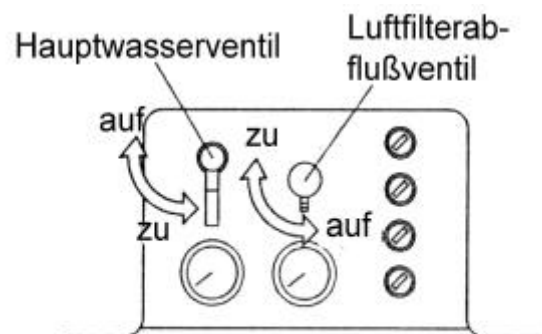

Abb. 4-3 Luftfilterabflußventil
(4) Desinfektion Speichelsauger
(5) Luftfilterabflußventil (Abb. 4-3)
(6) Hauptwasserventil (Abb. 4-3)